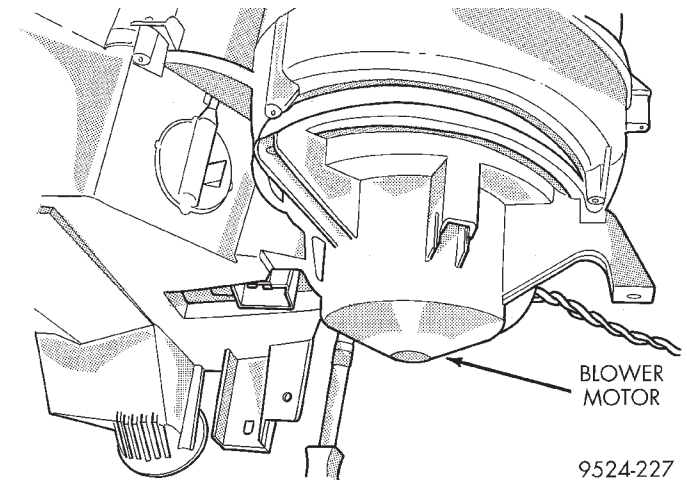

Fig. 83 Blower Motor
- (13) Remove blower motor (Fig. 83).